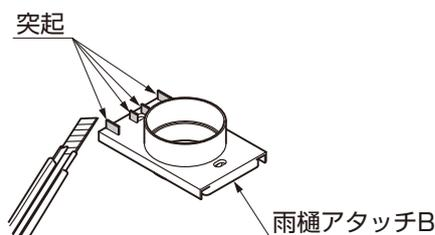

図11-47
- ⑤雨樋アタッチBの4ヶ所の突起をカッターで除去してください。（図11-47参照）
⑥天井材Cに $\phi 3.5$ の下穴をあけてから雨樋アタッチBを雨樋アタッチメントに挿入し【6-1】で取付けてください。
- ⑦ 縦樋の長さをH24の場合は2138mmに、H29の場合は2593mmに切断してください。